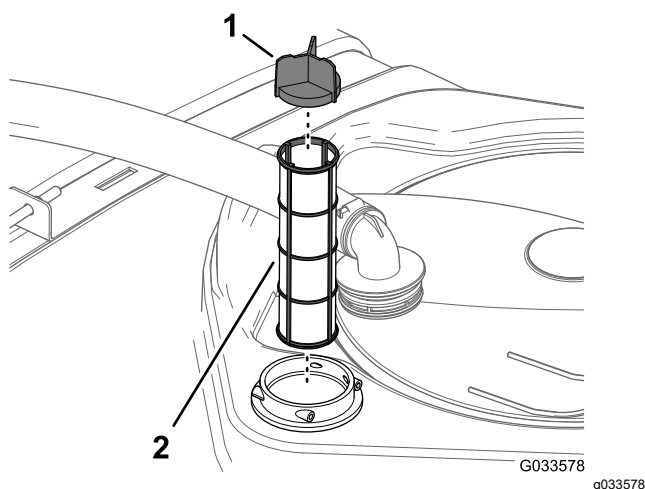

Рисунок 30
4. Извлеките фильтр линии всасывания из его корпуса в баке (Рисунок 30).